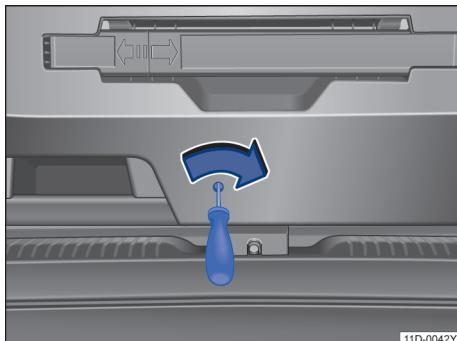

图 55 行李厢应急解锁
- 用长型工具插入槽口沿箭头方向拨动行李厢盖→图 55 应急解锁装置，同时将行李厢盖向外推，直到其打开。